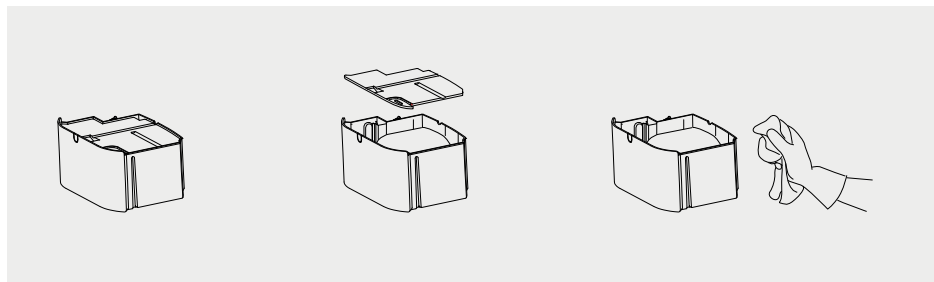

fig. 8
4. Rengjør vanntanken med noen ukers mellomrom. Fjern den fra apparatet og ta av dekelet (8) (fig. 8). Fyll tanken med vann med et vaskemiddel og vask den. Skyll og tørk etter vask. Vask lokket (8) i vann med et vaskemiddel.